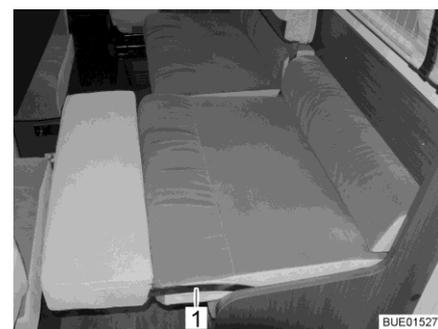

Fig. 99 Regolazione del cuscino per la nuca
- Spingere leggermente in dentro il cuscino del divano nell'area di manovra della staffa di metallo (Fig. 99,1).